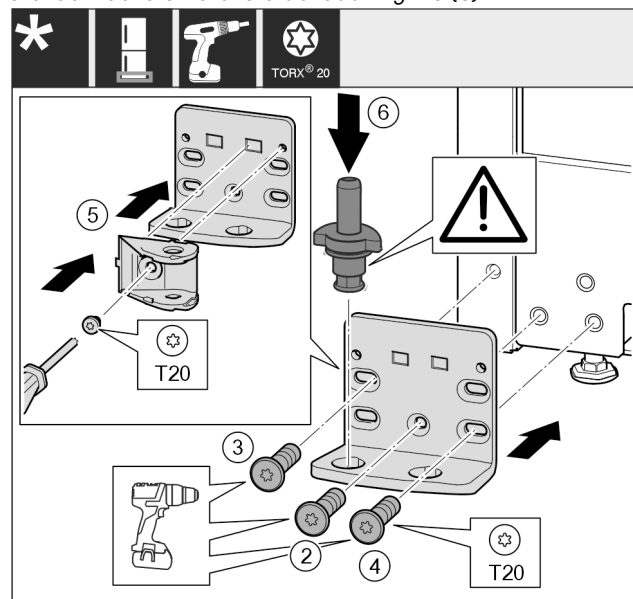

Fig. 26
- ▶ Nasadte stojan ložiska na druhé straně a přišroubujte pomocí šroubováku T20. Začněte šroubem 2 dole uprostřed. Fig. 26 (2)
- ▶ Pevně utáhněte šroub 3 a 4. Fig. 26 (3,4)
- ▶ Spojení tlumiče zavírání otočte o 180°. Šroubovákem T20 přišroubujte na druhé straně stojanu ložiska. Fig. 26 (5)
- ▶ Zcela vložte ložiskový čep. Přitom dávejte pozor, aby zajišťovací vačka směřovala dozadu. Fig. 26 (6)